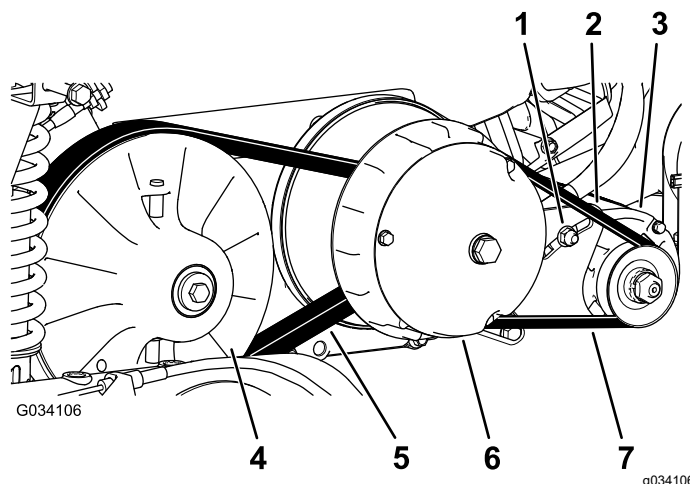

Figura 65
6. Rode e verifique se a correia (Figura 65) apresenta sinais de desgaste ou se está danificada.
3. Rode e coloque a correia sobre a embraiagem secundária (Figura 65).
4. Retire a correia da embraiagem primária (Figura 65).
5. Alinhe a nova correia sobre a embraiagem primária (Figura 65).
6. Rode e coloque a correia sobre a embraiagem secundária (Figura 65).
2. Desaperte a porca de articulação do gerador do motor de arranque (Figura 65).
4. Pressione o pé de cabra para rodar o motor de arranque na ranhura até a tensão da correia permitir apenas 6,4 mm de deflexão da correia com 44 N·m de força (Figura 65).
5. Aperte a porca de articulação à mão e retire o pé de cabra (Figura 65).